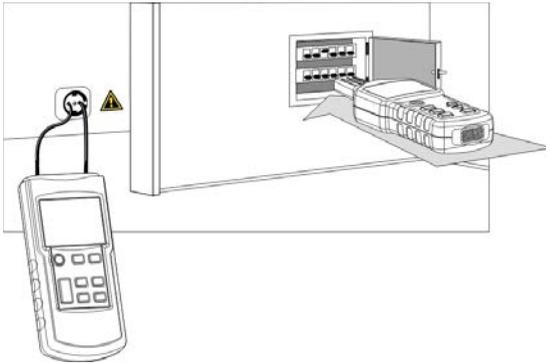

Abb.19
- Schließen Sie nun den Sender gemäß Abb. 19 an.